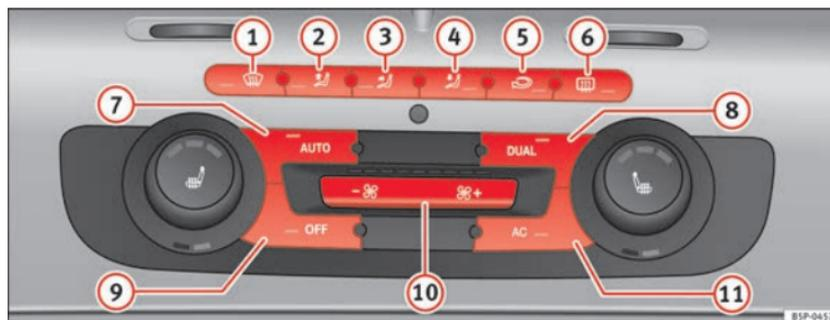

Fig. 111 Mandos del 2C-Climatronic en el tablero de instrumentos
- Gire las rulinas de regulación de temperatura ⇒ página 157, fig. 111 9 ó 10 para ajustar la temperatura del lado izquierdo y derecho respectivamente.
- Pulse la tecla **AUTO** ⇒ **página 157, fig. 111**. Aparece “AUTO High” en el display de la radio (velocidad de turbina alta).
- Pulse de nuevo la tecla **AUTO** ⇒ **página 157, fig. 111**. Aparece “AUTO Low” en el display de la radio (velocidad de turbina baja).